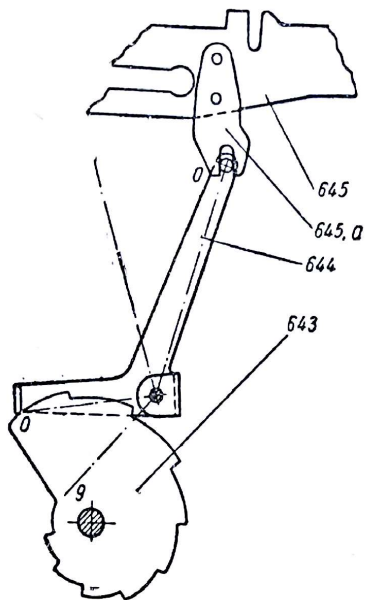

Рис. 53. Печать номера накапливающего счетчика.
**Печать номера накапливающих счетчиков (рис. 53).** Номер накапливающего счетчика печатается в двух случаях: